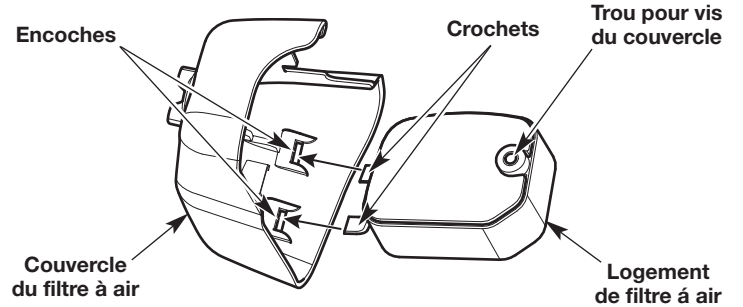

Fig. 20
7. Insérer les crochets sur le boîtier du filtre à air en fonction des encoches de son couvercle (Fig. 20).
8. Basculer le couvercle du filtre à air vers la droite et aligner la vis du couvercle avec le trou de la vis (Fig. 20). Serrez la vis du couvercle, de manière à immobiliser le couvercle du filtre à air.